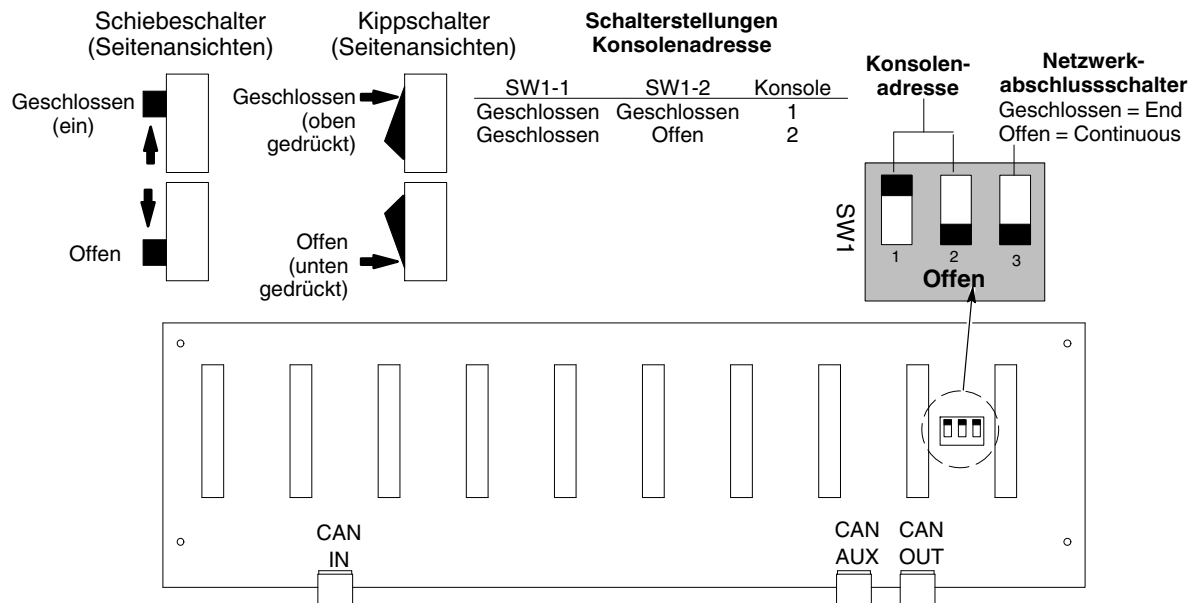

Abbildung 3-2 CAN Netzwerkanschlüsse, Konsolenadressen und Abschluss
Siehe Abbildung 3-2.
**Konsolenadresse (SW4-3, 4):** Die Konsolenadresse mithilfe der DIP-Schalter 3 und 4 einstellen. Diese ist dieselbe Adresse, die mithilfe der Kippschalter an der Rückwandplatine eingestellt ist, siehe Abbildung 3-2.